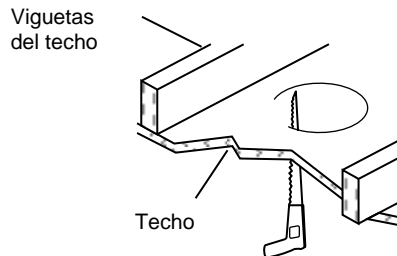

Fig. 1
2. Con una sierra de calar crea un agujero 3 1/4" (8,3 cm) de la superficie del techo. (Fig. 1) (**Nota:** Asegúrese de no hacer el agujero más grande que especificado por la plantilla. Un agujero de gran tamaño puede evitar la instalación correcta.)